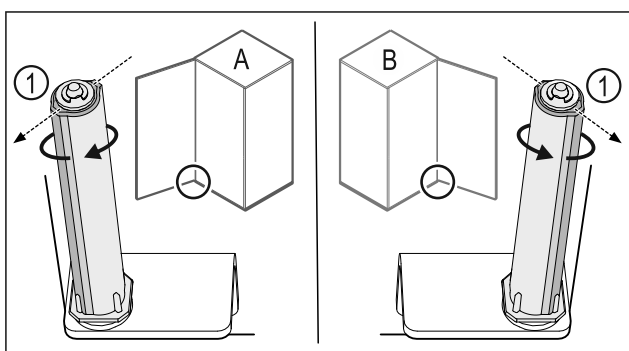

Fig. 55 Levý doraz (A) / pravý doraz (B)
- Otáčejte uzavíracím systémem proti odporu, dokud nebude lamela uzavíracího systému Fig. 55 (1) ukazovat směrem ven.